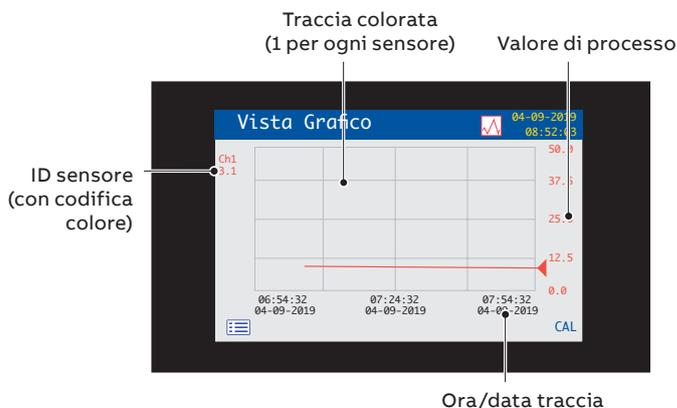

Figura 9 Vista Grafico
- **Vista Grafico:** rappresenta le letture del sensore come una serie di tracce di diversi colori (v. Figura 9)